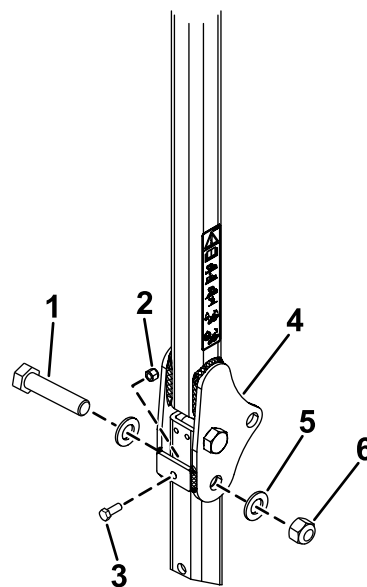

図 24
3. 図 24に示すように、ワッシャ13/16 x 1½"を各ボルト¾ x 4"に組み付ける。
4. ピンを抜いた穴に、ボルトとワッシャを取りつける 図 24。
5. 図 24のように各ボルトにもう1枚のワッシャを入れ、ナット¾"で固定する。各ナットを 323-396 N·m 33-40 kg·m = 238-292 ft·lbにトルク締めする。
6. ヒンジエリアのロールバーの下部の両側にあるねじ付きプレートに、ボルト (3/8-16 x 1"または 1-1/4 ")とジャムナット (ボルトとジャム ナットは未同梱)を取り付ける (図 24)。ボルトを上部のロールバーチューブにしっかりと固定されるまで締め付け、ジャムナットを締め付ける。
7. ロールバーとサンシェードが跳ね上がるのを防ぐために、ROPSピボットボルト (図 24) を 91113 N·m (9.812.2 kgm) のトルクで締め付ける。